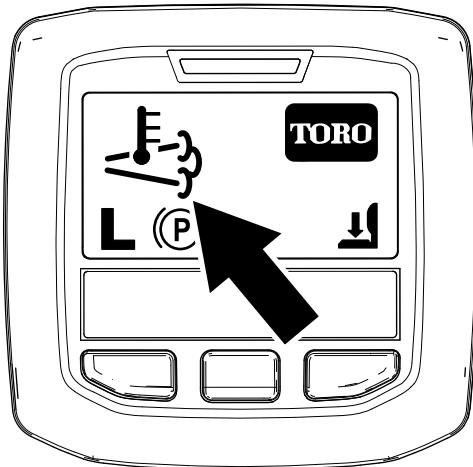

Figura 41
- El icono de temperatura alta de los gases de escape aparece en el InfoCenter (Figura 41).